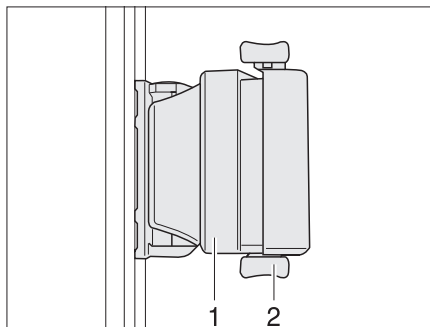

Fig. 61 Finestra scorrevole con bloccaggio scorrevole
- Ruotare il bottone di bloccaggio (Fig. 61,1) portandolo in posizione verticale.
- Premere la maniglia (Fig. 61,2) e spingerla contemporaneamente in avanti o indietro.